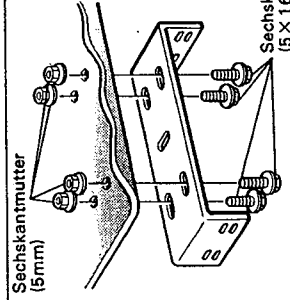

Abb. 5
3. Befestigungswinkel und Trägerbefestigungsschraube am Armaturenbrett anbringen. (Abb. 5)